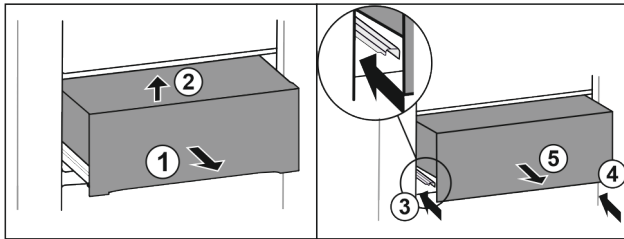

Fig. 32
- ▶ Izvucite ladicu na pola. Fig. 32 (1)
- ▶ Podignite ladicu sprijeda. Fig. 32 (2)
- ▶ Gurnite lijevu vodilicu. Fig. 32 (3)
- ▶ Gurnite desnu vodilicu. Fig. 32 (4)
- ▶ Izvadite ladicu prema naprijed. Fig. 32 (5)